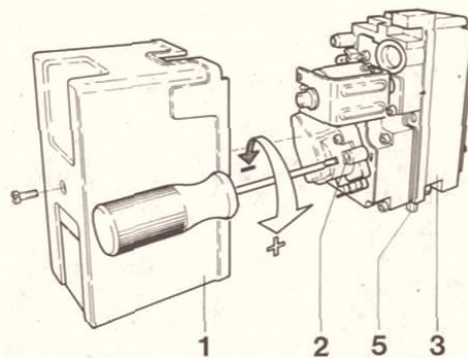

Fig. 12
- Allentare la vite di chiusura del manicotto di misurazione della pressione degli ugelli e collegare il manometro ad U al manicotto (11, fig. 12).
Legenda della fig. 12